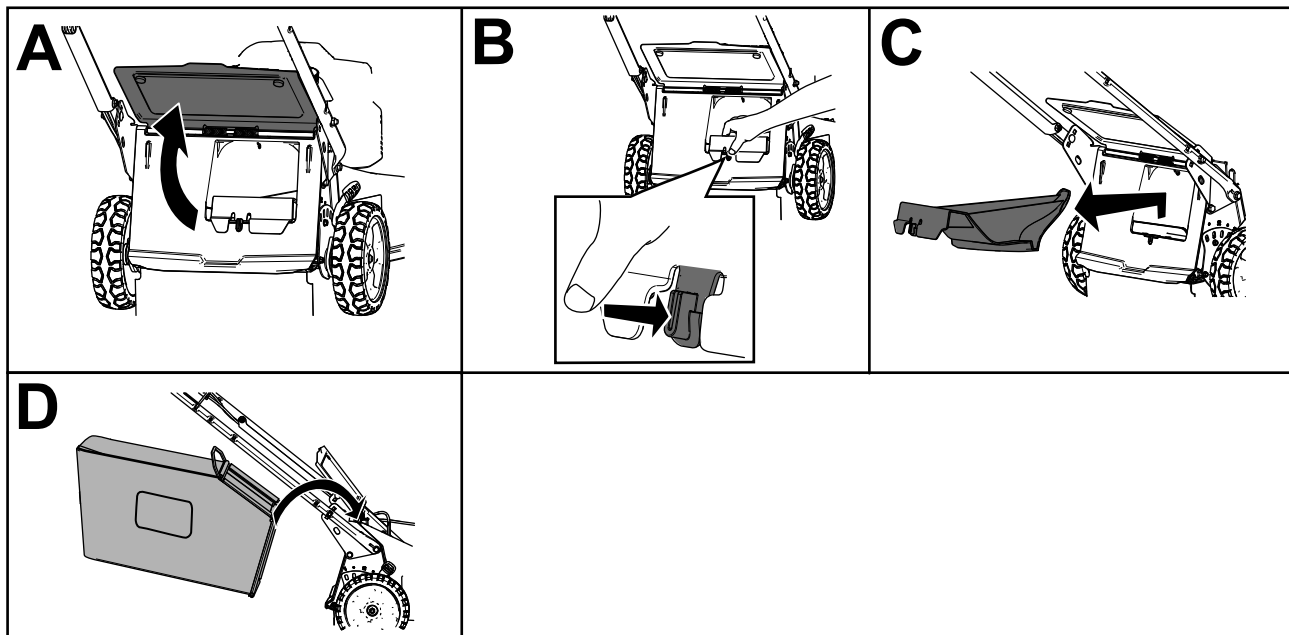

Figura 15
2. Sollevate il deflettore posteriore e tenetelo sollevato (A di Figura 15).
3. Rimuovete il coperchio di scarico posteriore premendo il fermo con il pollice ed estraendo il coperchio dalla macchina (B e C di Figura 15).
4. Installate le estremità dell'asta del cesto nelle tacche alla base della stegola e spostate il cesto avanti e indietro per accertare che le estremità dell'asta del cesto siano posizionate in fondo a entrambe le tacche (D di Figura 15).
3. Rimuovete l'asta sul cesto di raccolta dalle tacche alla base della stegola (A di Figura 15).
4. Installate il coperchio di scarico (B di Figura 15).
5. Abbassate il deflettore posteriore (C di Figura 15).